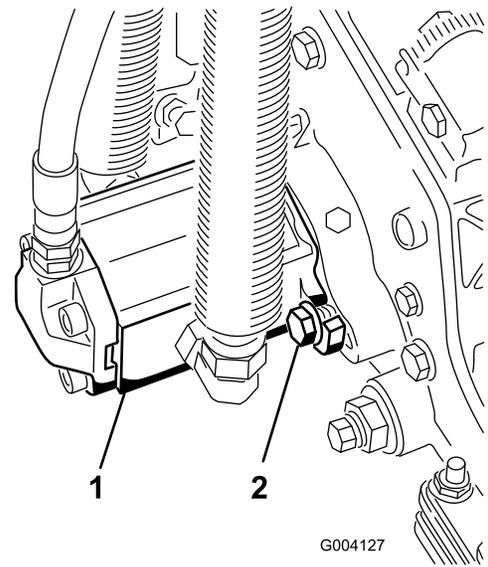

図 13
16. モータを手を持ち、右回りにひねってモータのフランジをボルトから逃がしながら、キャップスクリューにモータをセットする（図 13）。モータを左回りにひねって、ボルトにフランジをしっかりと掛け、ボルトを締めモータを固定する。